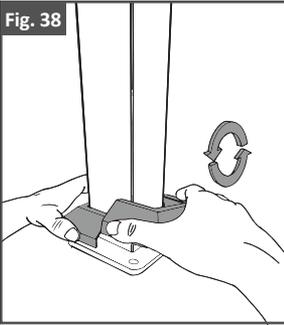

Fig. 39
4. Assurez-vous que le verrou à goupille de la deuxième moitié du cache-base s'insère dans la fente appropriée de la première moitié du cache-base, comme illustré à la fig. 39.